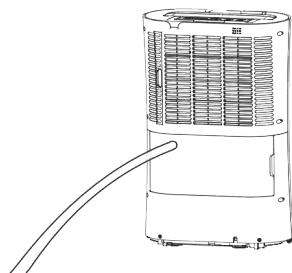

Рис. 5
4. Установите отводную трубу (13) на сливной патрубок (11) (рис.5).